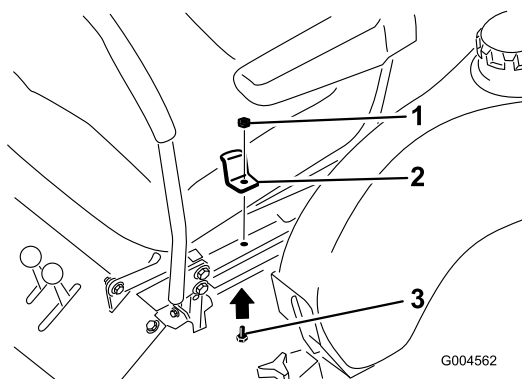

Figure 19
1. Déposez la patte de retenue du siège (Figure 19).
4. Abaissez le siège et fixez-le avec la patte de retenue (Figure 19).